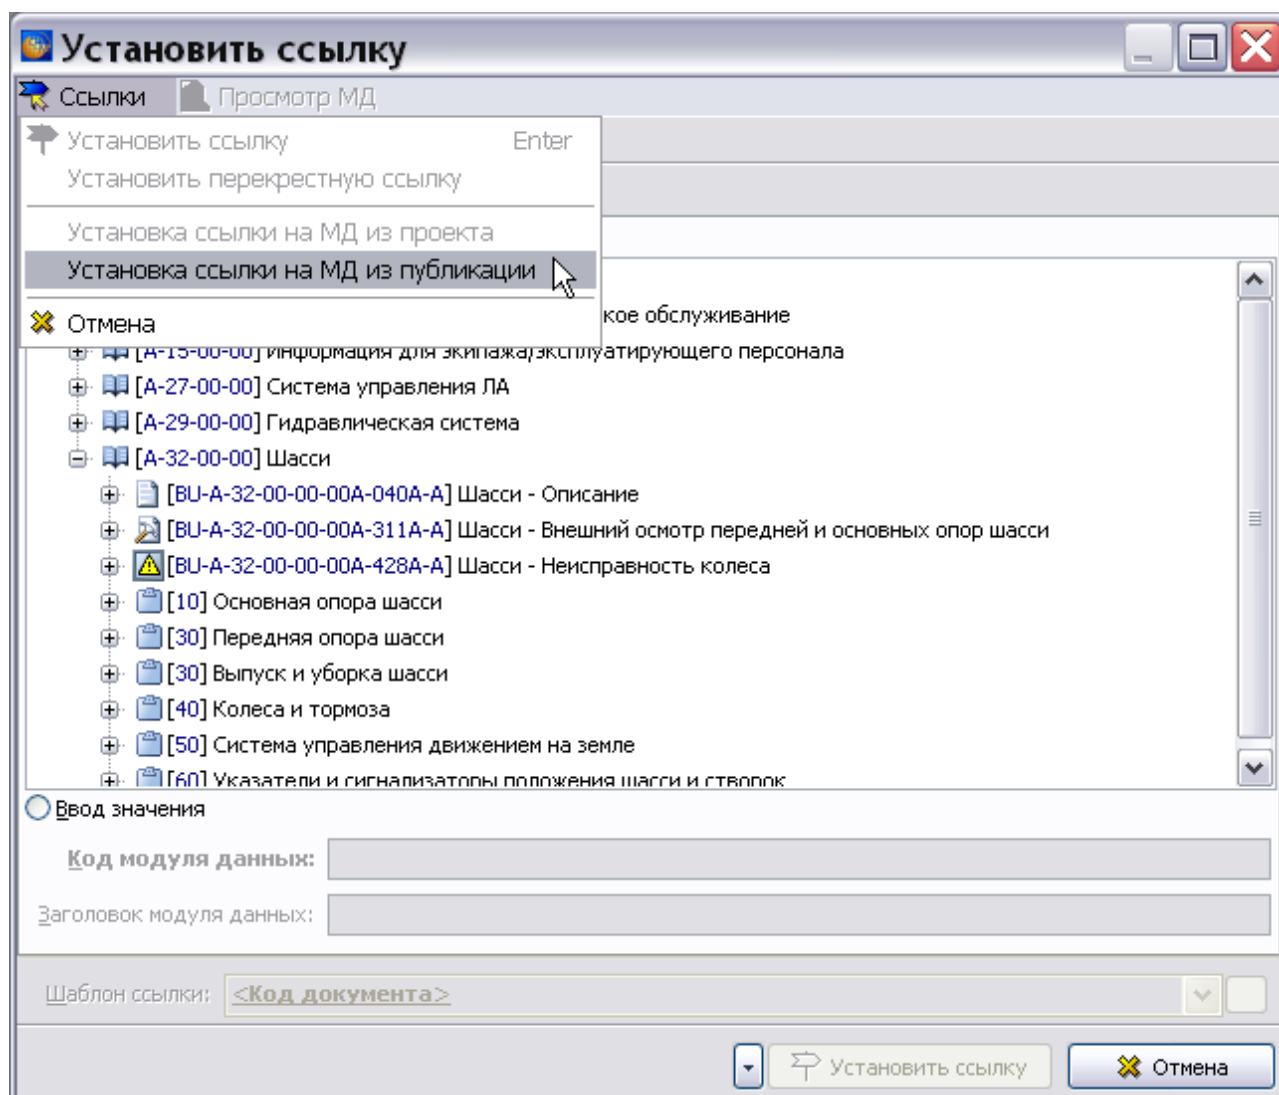
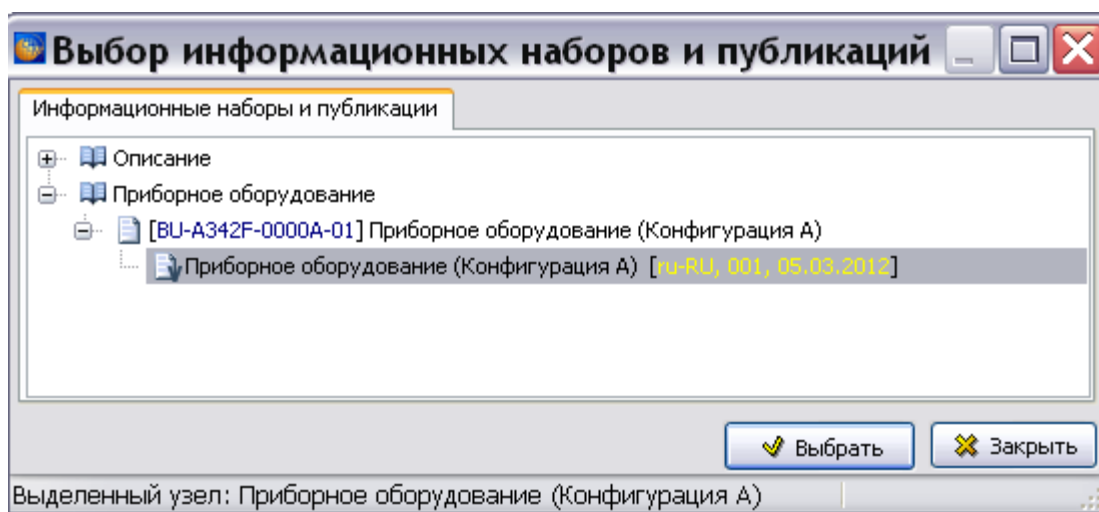

Рис. 5.237
Рис. 5.238
2. Из выпадающего списка кнопки **Ссылки и поля**  выберите пункт **Вставить внешнюю ссылку**. При этом появится диалоговое окно **Установить ссылку** (Рис. 5.237).
3. В окне **Установить ссылку** нажмите на кнопку **Ссылки** в верхней левой части окна и выберите команду **Установка ссылки на МД из публикации** (Рис. 5.237). После этого появится окно **Выбор информационных наборов и публикаций** (Рис. 5.238). Выберите версию публикации.